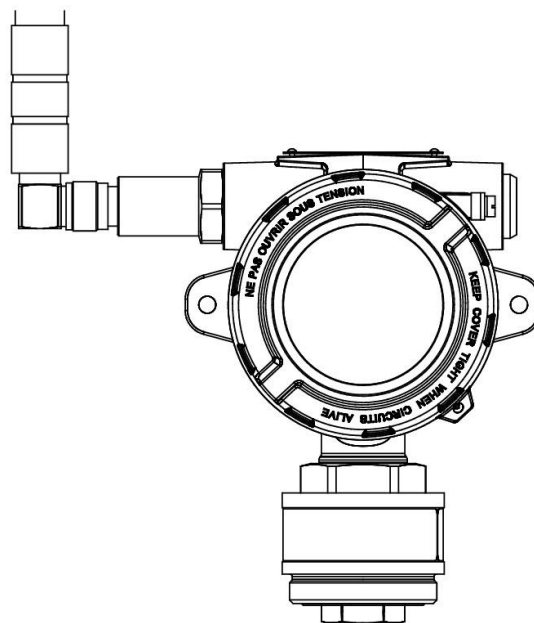

Рисунок 11 – Газоанализатор без влагозащитной насадки
- б) Снять влагозащитную насадку с газоанализатора (рисунок 11);